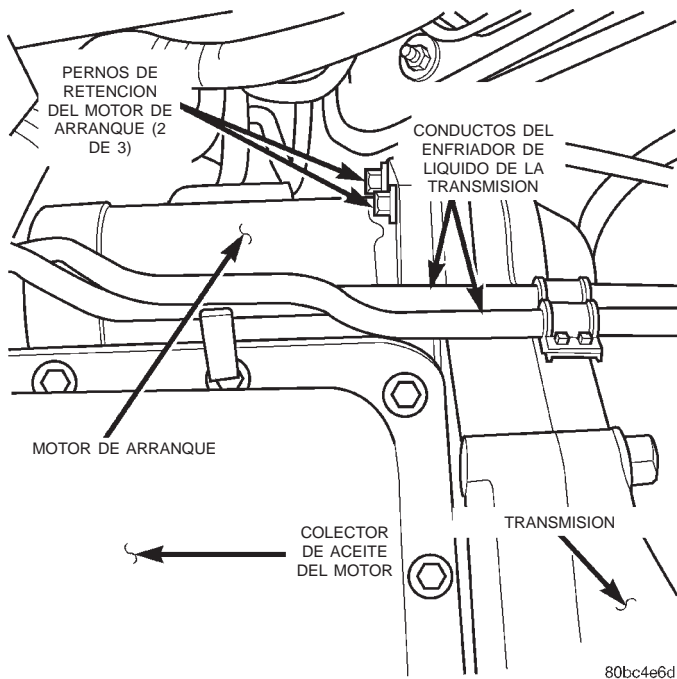

Fig. 1 Posición y orientación del motor de arranque
- (4) Retire los (3) pernos de retención del motor de arranque (Fig. 1) y retire el motor de arranque del vehículo.